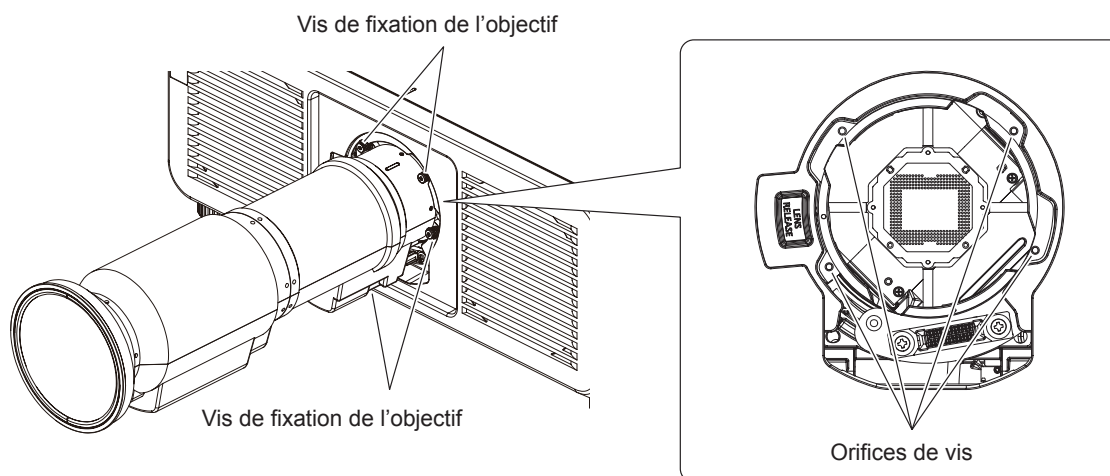

Fig. 4
- 4) **Fixez la lentille de projection avec les vis de fixation de la lentille. (Fig. 4)**